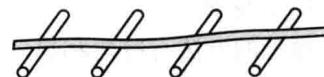

图 1-2 滚动支承架
2) 待加热到  $600 \sim 800^{\circ}\text{C}$  (呈火红色) 时，将管子抬放在由 4 根以上管子组成的滚动支承架上滚动，如图 1-2 所示，利用管子的自重就可以将管子调直。管子数量的多少与间距的大小，要根据被调管子管径与长短的具体情况